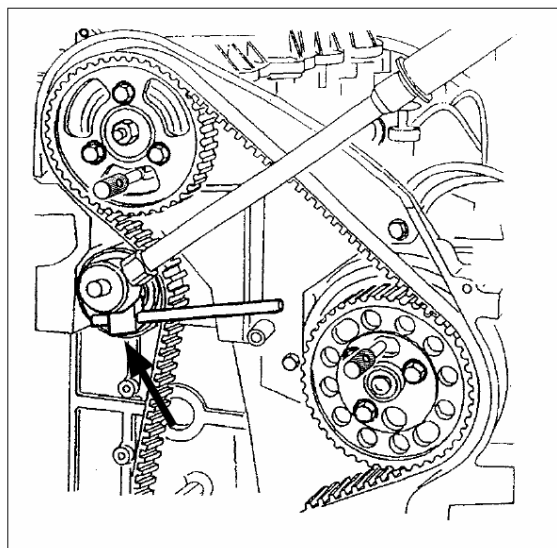

Fig. 2
- Questo strumento è necessario al fine di far ruotare il tenditore e tenerlo fermo mentre si stringe il bullone di fissaggio (25 Nm) (Fig. 2).